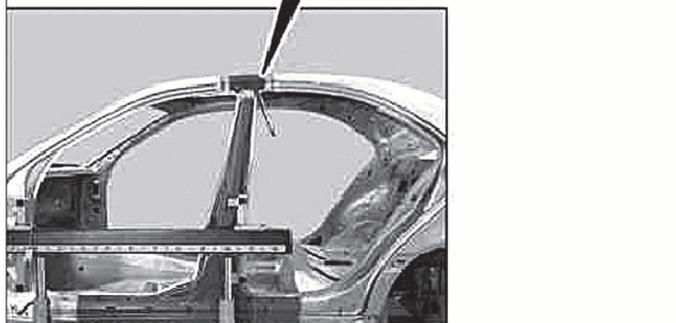
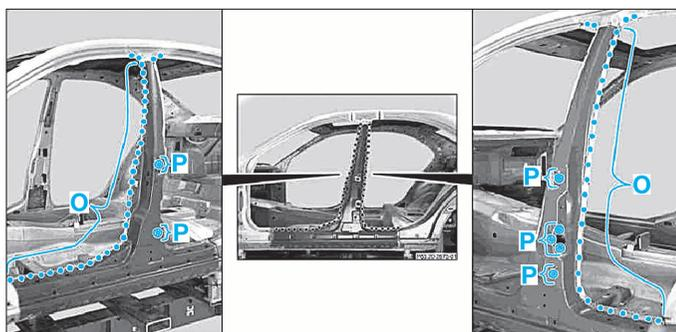

FIG. 73
FIG. 74
- Souder en cordon continu sous protection gazeuse l'élément latéral de pavillon récupérer à la déposer sur la caisse zone (A) et (K) (Fig.73).
- Souder à la pointeuse électrique par résistance par points l'élément latéral de pavillon zone (N).
- Souder à la pointeuse électrique par résistance par points le pied milieu zone (O) (Fig.74).
- Souder par point bouchon le pied milieu sur son renfort zone (P).